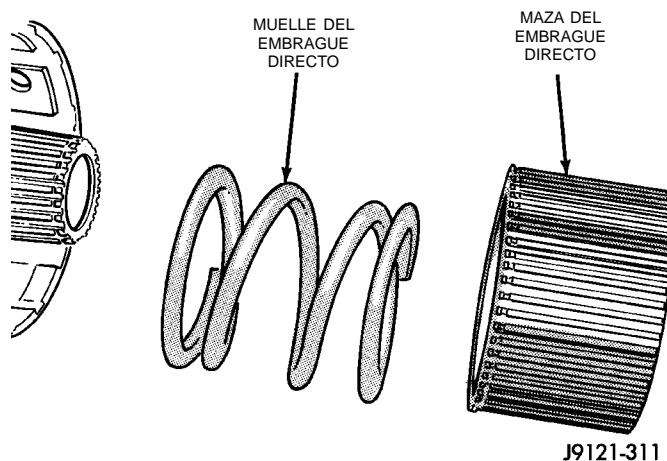

Fig. 216 Desmontaje de maza y muelle del embrague directo
(1) Retire la maza y el muelle del embrague directo (Fig. 216).